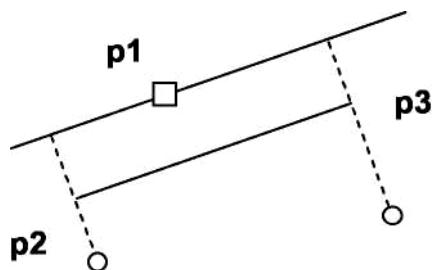

Рис. 1.9. - Построение отрезка, параллельного заданной прямой
- 1) **Параллельный отрезок**. Построения на чертеже: а) указать графическим курсором прямую (точка **p1**), которой должна быть параллельна искомая прямая; б) задать численное значение расстояния между параллельными прямыми в панели свойств окна «**Расстояние**»; в) указать графическим курсором две точки **p2** и **p3**, принадлежащим вспомогательным прямым, ограничивающим длину параллельного отрезка (рис. 1.9).